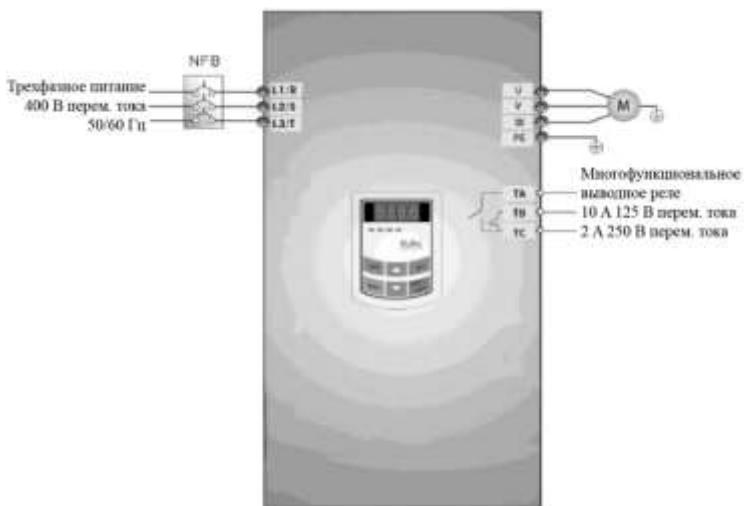

Рис. 5-1 Электропроводка 1
- (1) Подключите провода, как показано на Рис. 5-1. После проверки электропроводки, включите питание инвертора.
- (2) Нажмите клавишу —Fun (Функция) для входа в меню программирования.
- (3) Замерьте параметры двигателя
- (3) Проверьте параметры двигателя: процедура аналогична примеру 1.
- (4) Задайте функциональные параметры инвертора: